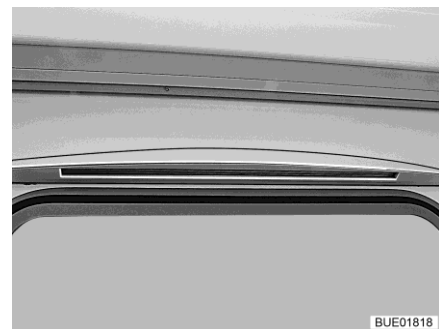

Fig. 94 Luce tenda veranda
- Illuminazione tenda veranda (Fig. 94)